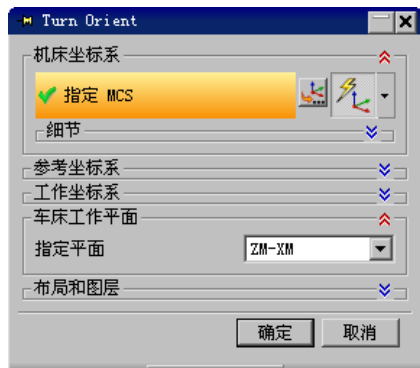

图 7.2.2 “Turn Orient”对话框
Step1. 在操作导航器中调整到几何视图状态，双击节点 MCS_SPINDLE，系统弹出“Turn Orient”对话框，如图 7.2.2 所示。